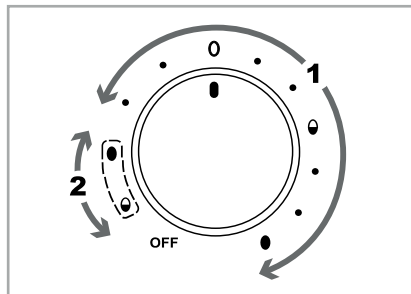

Fig. 1
- 1) Gire el regulador giratorio **9** hasta ajustarlo en la posición que se corresponda con el nivel de cocción deseado para los huevos. Utilice el rango de ajuste "1" (consulte la fig. 1) con los símbolos y los puntos correspondientes colocados delante:
Para el primer proceso de cocción, utilice el rango de ajuste "1" con los símbolos y los puntos correspondientes colocados delante. Para el segundo proceso de cocción, utilice el rango de ajuste "2" con los símbolos que aparecen rodeados (consulte la fig. 1).
- 2) Ajuste el regulador giratorio ⑨ en la posición que se corresponda con un nivel de cocción inferior para los huevos que deban quedar menos cocidos (utilice el rango de ajuste "1"; consulte la fig. 1). Tras esto, el piloto de control ⑩ se ilumina y se inicia el proceso de cocción.
- 3) Cuando los huevos hayan alcanzado el primer nivel de cocción en el que queden menos cocidos, se emitirá una señal acústica. Gire el regulador giratorio ⑨ hasta ajustarlo en la posición "OFF" para apagar el aparato. Tras esto, el piloto de control ⑩ se apaga.
- 4) A continuación, retire la tapa ③ y extraiga cuidadosamente los huevos que deban quedar menos cocidos.
- 5) Vuelva a colocar la tapa ③ y gire el regulador giratorio ⑨ hasta ajustarlo en la posición de los símbolos rodeados (rango de ajuste "2", consulte la fig. 1) que se corresponda con el nivel de cocción deseado para los huevos restantes: